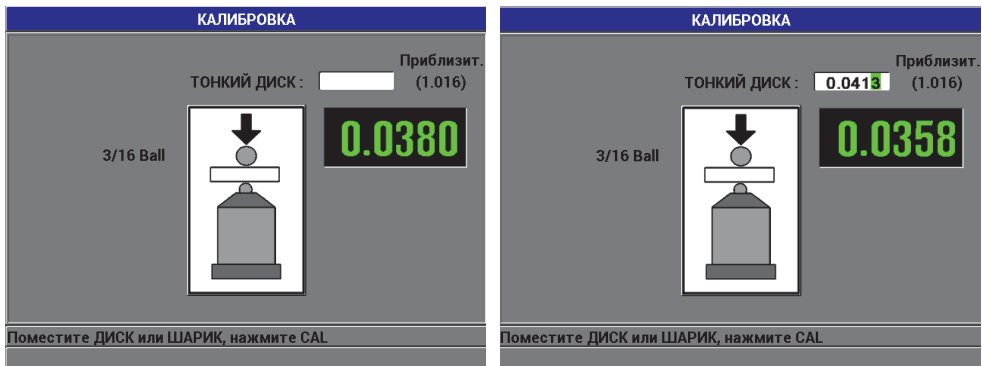

Рис. 4-8 Калибровочная точка ТОНКИЙ ДИСК
5. Точка на калибровочной кривой, соответствующая ТОНКОМУ калибровочному диску: прибор дает указание оператору поместить шарик и калибровочный диск на наконечник ПЭП. Толщина данной калибровочной точки будет зависеть от выбора используемого шарика, диска или проволоки. Приблизительное значение толщины диска отображается в нижней ячейке измерения. Нажмите [CAL], чтобы перенести значение в текстовое поле. С помощью курсорных клавиш введите известное значение толщины калибровочного диска и нажмите [CAL] (см. Рис. 4-8 на стр. 83).